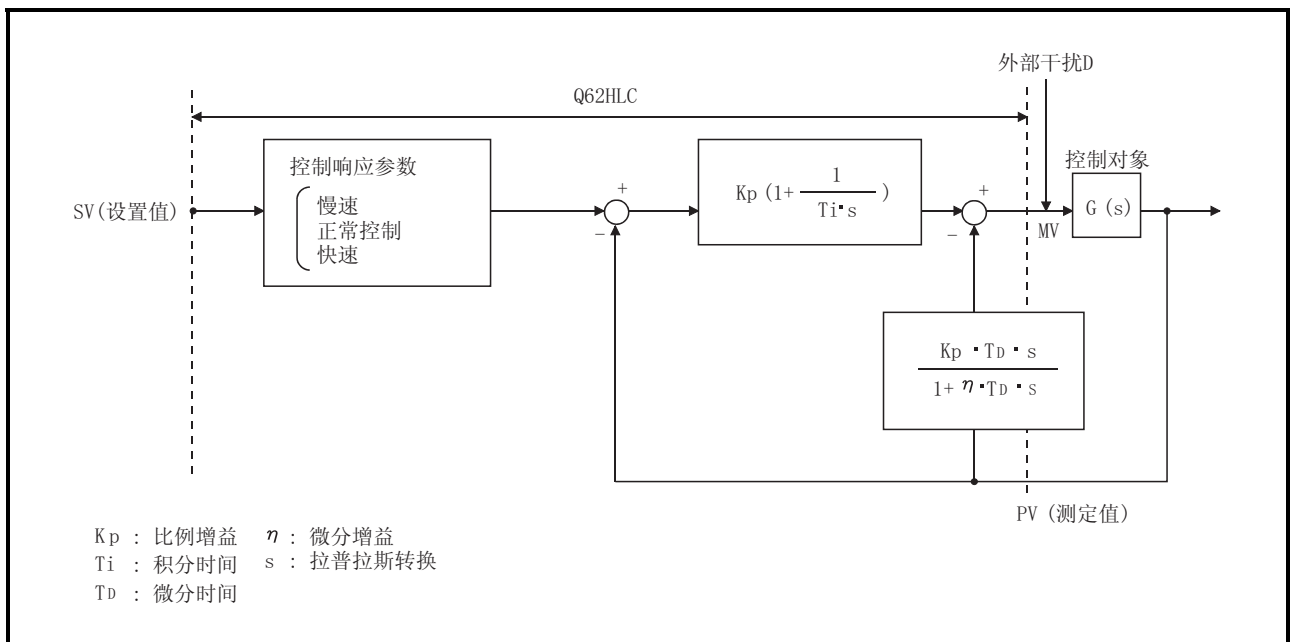

图 1.5 测定值不完全微分型 PID 控制算法
(1) 图 1.5 所示为测定值不完全微分型 PID 控制的算法示意图。